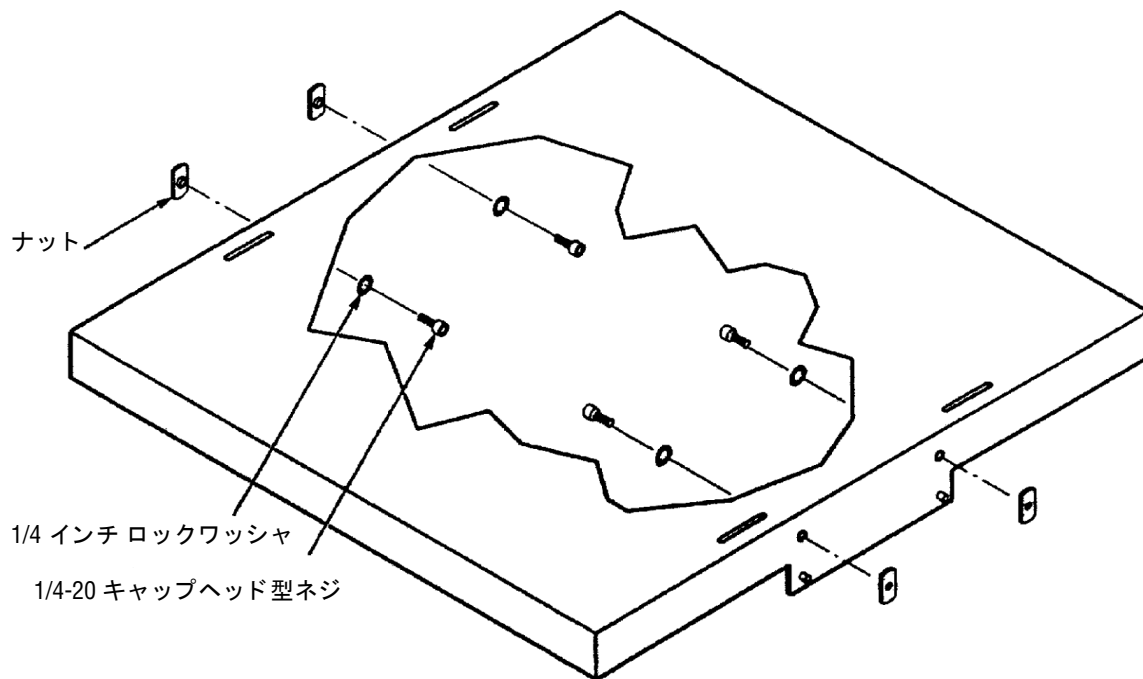

図 6: 棚板 (ボトム) の準備
1. 図 6 に示すように棚板を準備します。棚板の両側面の 4 つの穴に、キャップヘッド型ネジ、ロックワッシャ、ナットを図に示すように取り付けます。ネジは固く締めずにゆるめにしておきます。ナットを 1 回転以上締めないでください。